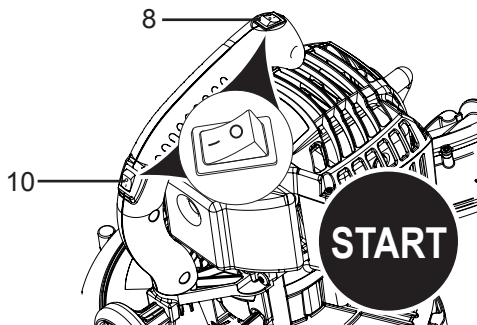

Fig. 15
1. Assurez-vous que tous les interrupteurs de verrouillage sont enclenchés et que les deux interrupteurs marche/arrêt sont en position ON (I). [Fig. 15]